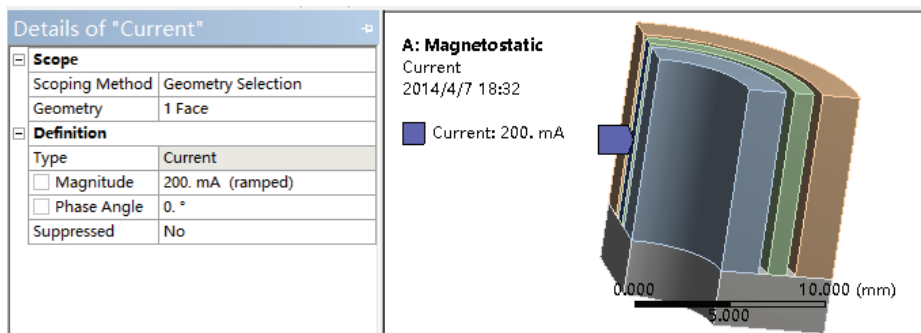

图 23-15 设置导体电流
9) 选择第 3 个 Solid 所在体 X 坐标为 0 的面, 在 Current 对象的 Geometry 中单击 Apply 按钮, 然后设置 Magnitude 为 200mA, 如图 23-15 所示。